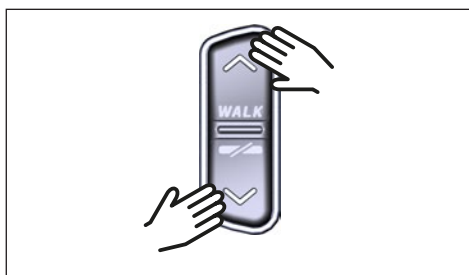

Fig. 6: Selezionare la modalità di assistenza sul HPR Remote V02
- Con una **breve** pressione sul pulsante UP di Remote (vedere Fig. 6) aumenta la modalità di assistenza.
- Con una **breve** pressione sul pulsante DOWN di Remote (vedere Fig. 6) diminuisce la modalità di assistenza.
- **pressione prolungata (>3 s) sul pulsante GIÙ del Remote (vedere Fig. 6)**, disattiva l'assistenza dal sistema di guida.